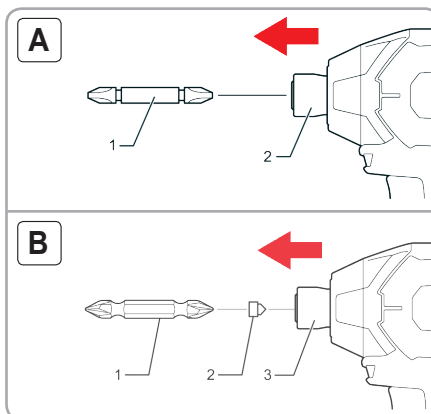

Fig.5
- Pentru a instala capul de acționare, introduceți capul de acționare (1) în manșon (2) până la refuz. Fig. 5 (A)
- Introduceți capul de acționare (1) și portscula (2) în manșon (3) cu capătul ascuțit înainte. Fig. 5 (B)